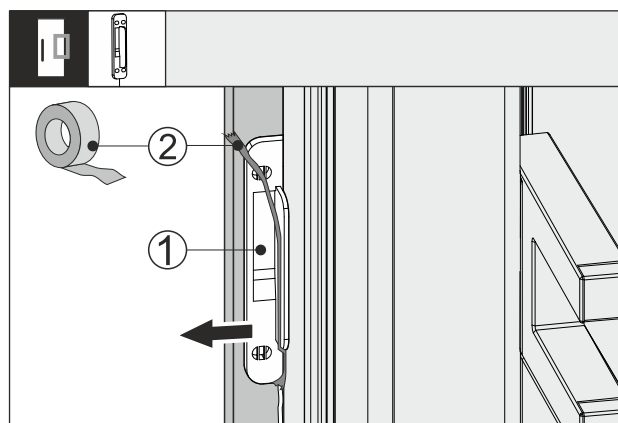

Fig. 64
- ▶ Uklonite ljepljivu traku Fig. 64 (2) na senzoru Fig. 64 (1) kucanja.